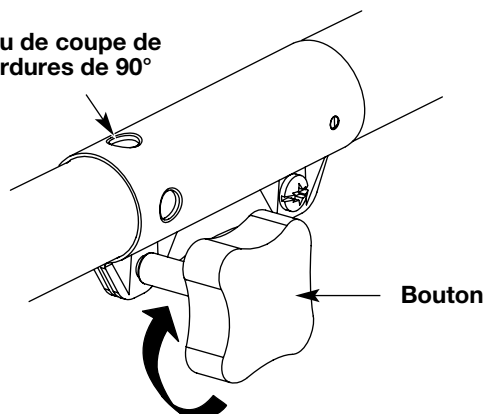

Fig. 8
3. Serrez le bouton en le tournant à droite (Fig. 8).
Pour couper les bordures à l'aide de la tête d'accessoire de coupe sur les modèle EZ-LinkMD, verrouillez le bouton de déclenchement de l'accessoire de coupe dans le trou de 90° (Fig. 8).